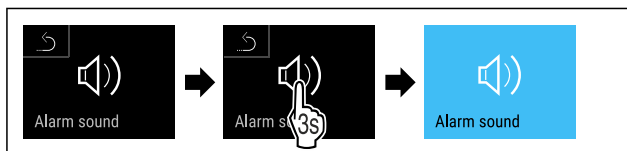

Fig. 92
- Выполните шаги действия (см. Fig. 92).